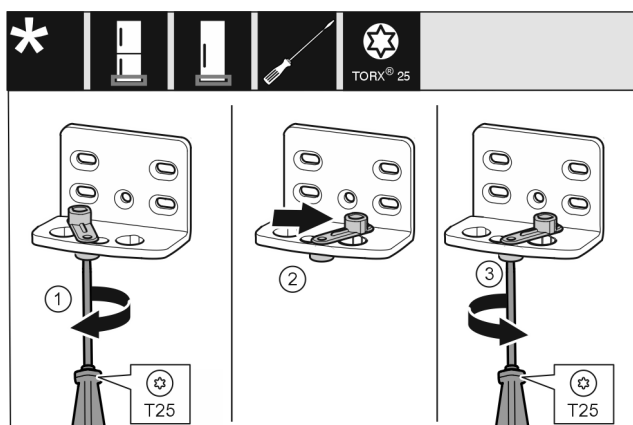

Fig. 11
- ▶ Odvijačem T25 labavo zavijte vijak. Fig. 11 (1)
- ▶ Podignite pomagalo za zatvaranje vrata i okrenite ga za 90° udesno u provrt. Fig. 11 (2)
- ▶ Odvijačem T25 čvrsto pritegnite vijak. Fig. 11 (3)